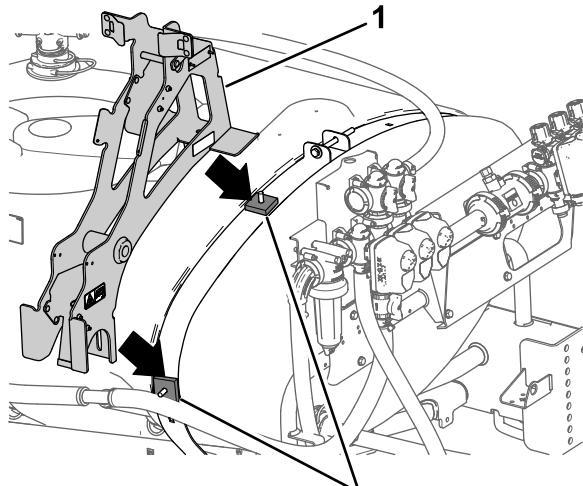

Bild 3
5. Legen Sie die zwei rechteckigen Distanzstücke über die vorher eingesetzten Schlossschrauben (Bild 3).
6. Montieren Sie den Hauptstützrahmen über die rechteckigen Distanzstücke und Schlossschrauben, wie in Bild 3 abgebildet.